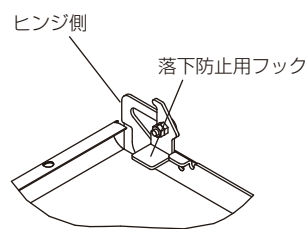

図18
- ① サービスパネルのヒンジ側の落下防止用フックを図18の方向にし、落下防止用ワイヤーのある方のピンに引掛ける。